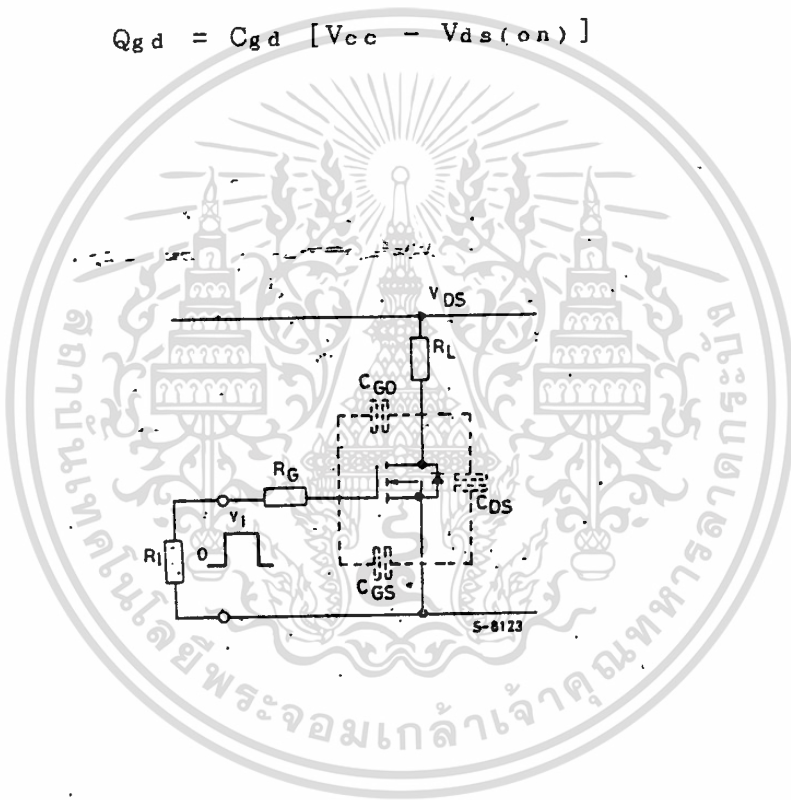

Fig.3 วงจร SGS POWER MOS
- ตามลักษณะ โครงสร้างของ MOS เอง จะมีค่าเก็บประจุแฝง (Parasitic Capacitance) ระหว่าง Junction (Fig 3) ในที่นี้จะกล่าว เฉพาะ C_{gd} กับ C_{gs} เพราะเป็นส่วนของ Input และทาง Input จะเกิดค่า
จาก Fig.3, C_{iss} จะเปลี่ยนแปลงตาม V_{gs} โดยแบ่งออกเป็น 2 ช่วง คือช่วง V_{gs} ต่ำกว่าระดับ Threshold และ V_{gs} สูงกว่าระดับ Threshold
Input Capacitance ช่วง High Voltage จะอยู่ช่วงแรก เส้น V_{ds} เริ่มจาก origin จนถึง Threshold level ต่อจากนั้นก็จะเป็นช่วง Low Voltage และในระดับ Threshold (6V) จะเกิด Miller Effect หรือการ delay V_{gs} ไว้ชั่วขณะจนกว่า Gate charge จะมากขึ้น ต่อมา V_i (fig.3) มีค่าลดลง ต่ำกว่า Threshold level, MOS ต้องใช้พลังงาน E_p มา drive Switching ในช่วง turn-off